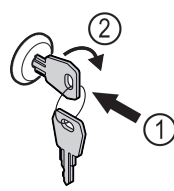

Fig. 151
- ▶ Iespiediet atslēgu Fig. 151 (1).
- ▶ Grieziet atslēgu par 90° pulksteņrādītāja virzienā Fig. 151 (2).